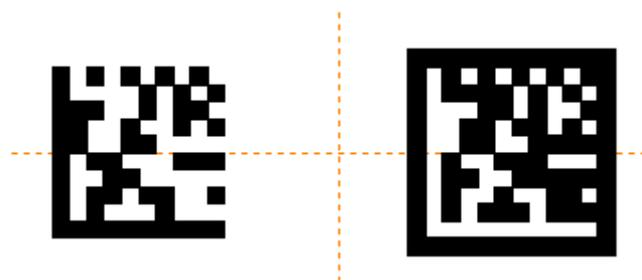

图 4-19（左图为原图右图为反转后图档）
**反转：**默认情况激光标刻的是码字体本身。如果勾选反转，则会加工相反底板部分。如图 4-19。